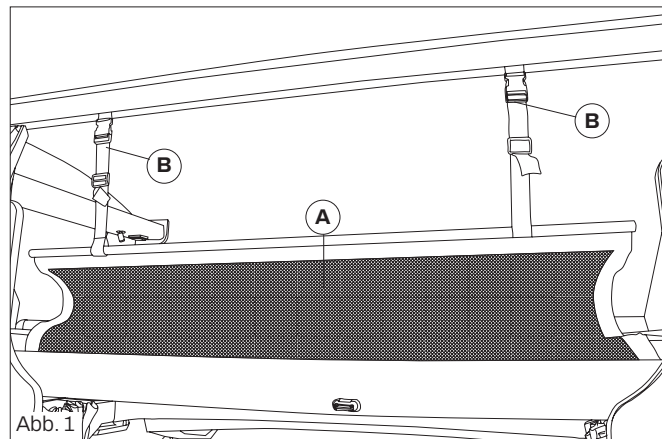

Abb. 1
Schritt 1 Heben Sie die Stange an, um den Mechanismus zum manuellen Bewegen des Bettes zu betätigen. Die Stange wird in der Garage, an der hinteren Kopfleiste oder im Schrank befestigt (Abb. 1).